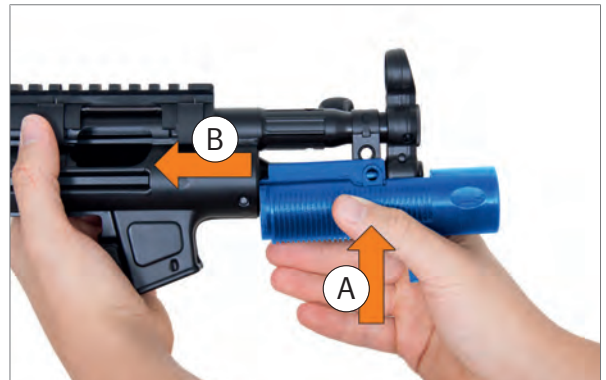

Abb. 39: Handschutz montieren
2. Handschutz von unten auf das Gehäuse setzen und nach hinten drücken (Abb. 39).